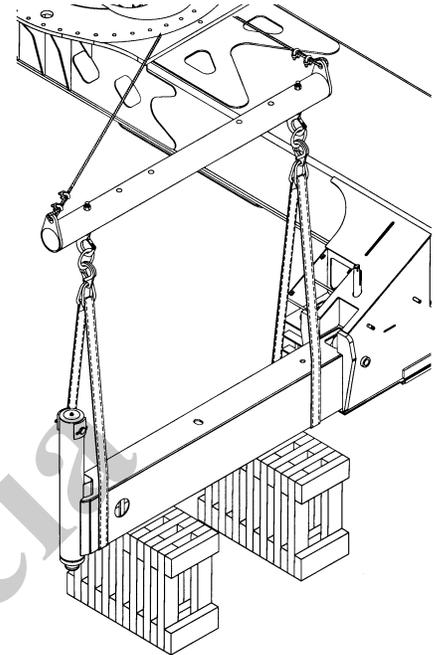

FIGURA 8-66
5. Coloque bloques debajo de la viga del estabilizador (vea la Figura 8-66).